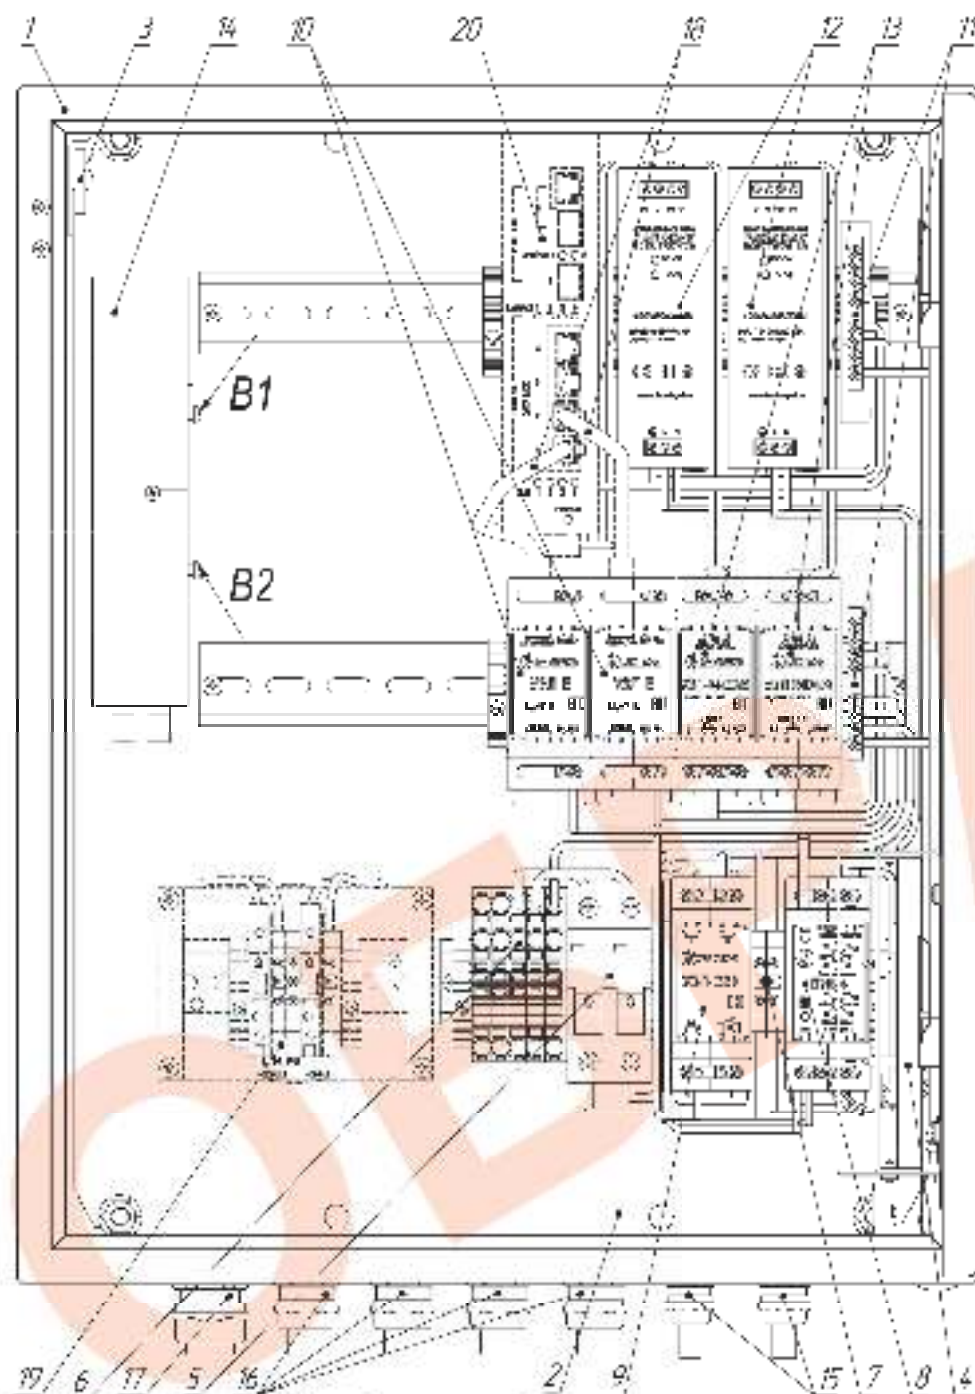

Рис.3. Устройство термошкафа (дверь открыта на 90°)
- снять оптический кросс с кронштейна, ослабив крепежные винты B1 и B2 (рис.3);
5. При необходимости подключить тамперный контакт S2 (рис.3) к внешнему устройству сигнализации.